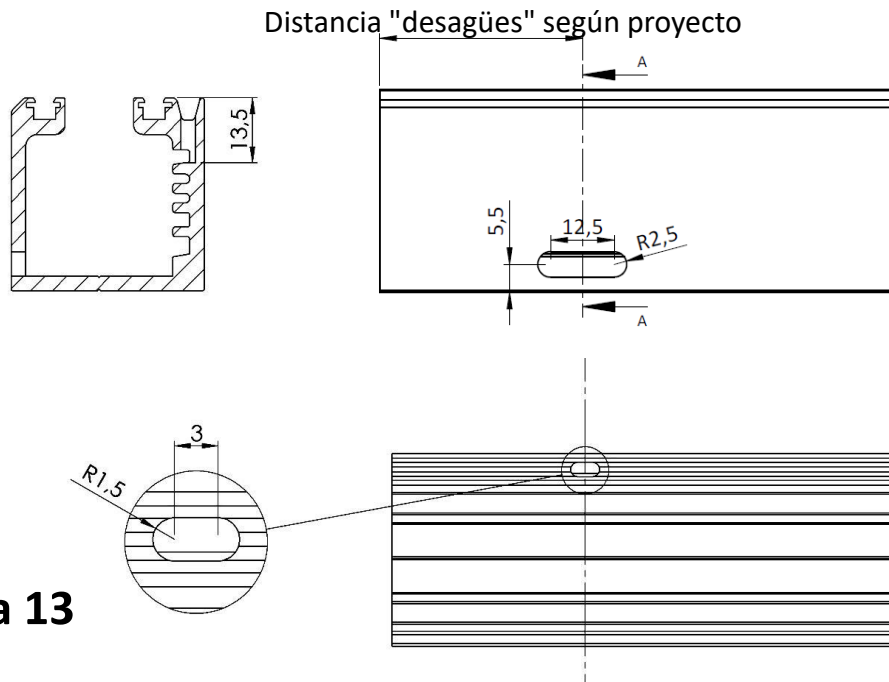

Figura 13
- Mecanizar unas ranuras como se indica en la figura 13 en la cara exterior del carril con fresa de **5mm** a la medida indicada como "**desagüe**" en la hoja de "mecanizado", en el apartado de "ubicación de taladros".